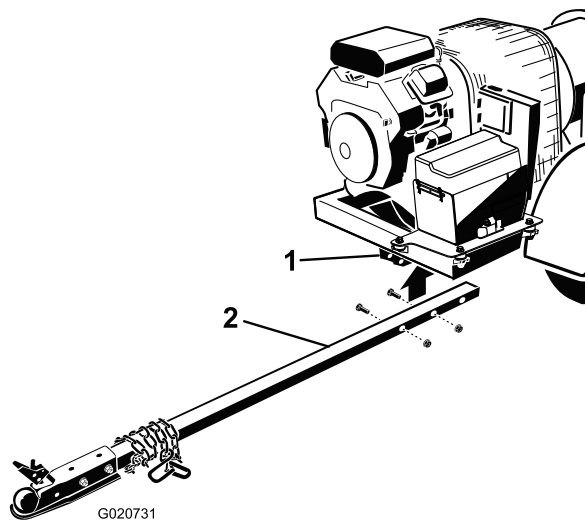

Рисунок 4
2. Вставьте трубу сцепного устройства в кронштейны рамы (Рисунок 4). Прикрепите трубу к раме с помощью двух болтов (3/8 x 3 дюйма) и фланцевых гаек (3/8 дюйма)